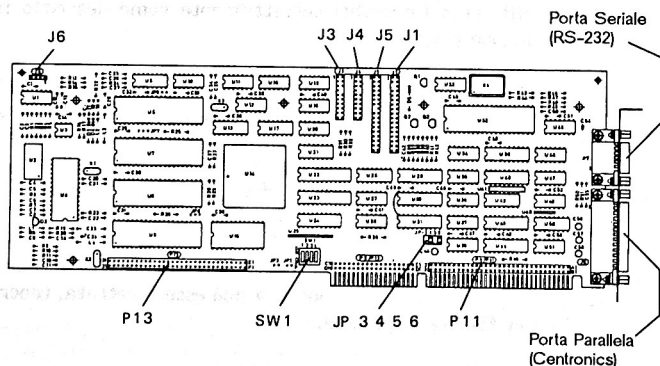

Figura 3
7. Collegare il cavo comandi dell'unità a disco flessibile a J1 sulla piastra di personalizzazione come illustrato in Figura 3. Verificare che il bordo del cavo con la traccia colorata sia vicino al bordo superiore della piastra.
8. Se il PC è corredato di unità a disco fisso, collegare il cavo comandi dell'unità a disco fisso a J5 sulla piastra di personalizzazione come illustrato in Figura 3. Verificare che il bordo del cavo con la traccia colorata sia vicino al bordo superiore della piastra.
9. Il cavo dati dall'unità a disco fisso deve essere collegato a J4 sulla piastra di personalizzazione. Se il PC include un'altra unità a disco fisso, il cavo dati da questa unità deve essere collegato a J3 sulla piastra di personalizzazione, come illustrato in Figura 3. Verificare che il bordo del cavo con la traccia colorata sia vicino al bordo superiore della piastra.
10. Collegare il cavo dalla spia dell'unità a disco fisso a J6 sulla piastra di personalizzazione come illustrato in Figura 3. Questo connettore può essere collegato nei due versi.